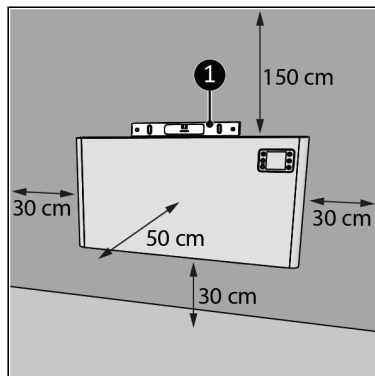

Figura 9
1. Montați aparatul pe o suprafață verticală și fermă. Utilizați o nivelă cu bulă de aer (Figura 9, poz. 1) atunci când poziționați aparatul.
2. Distanța minimă a aparatului (Figura 9) față de alte obiecte: